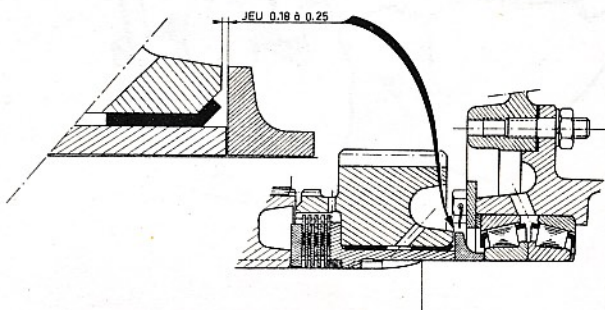

Fig. 20
- * Contrôler le jeu latéral du pignon AR.AR à la cale fig. 20.